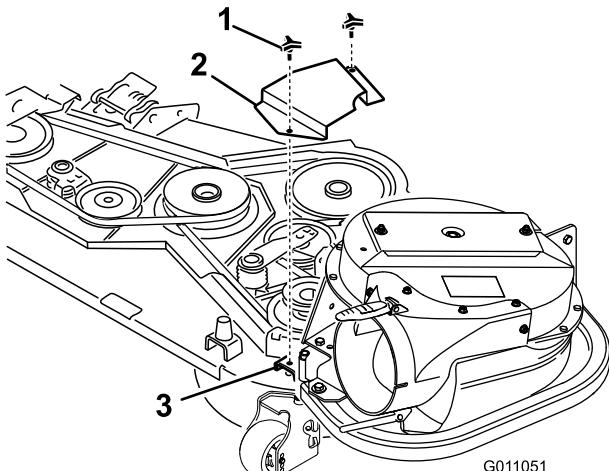

Figura 29
- Installate il nuovo copricinghia in modo che le tacche sui due lati passino sopra i supporti del copricinghia e fissino il dispositivo di chiusura (Figura 29).